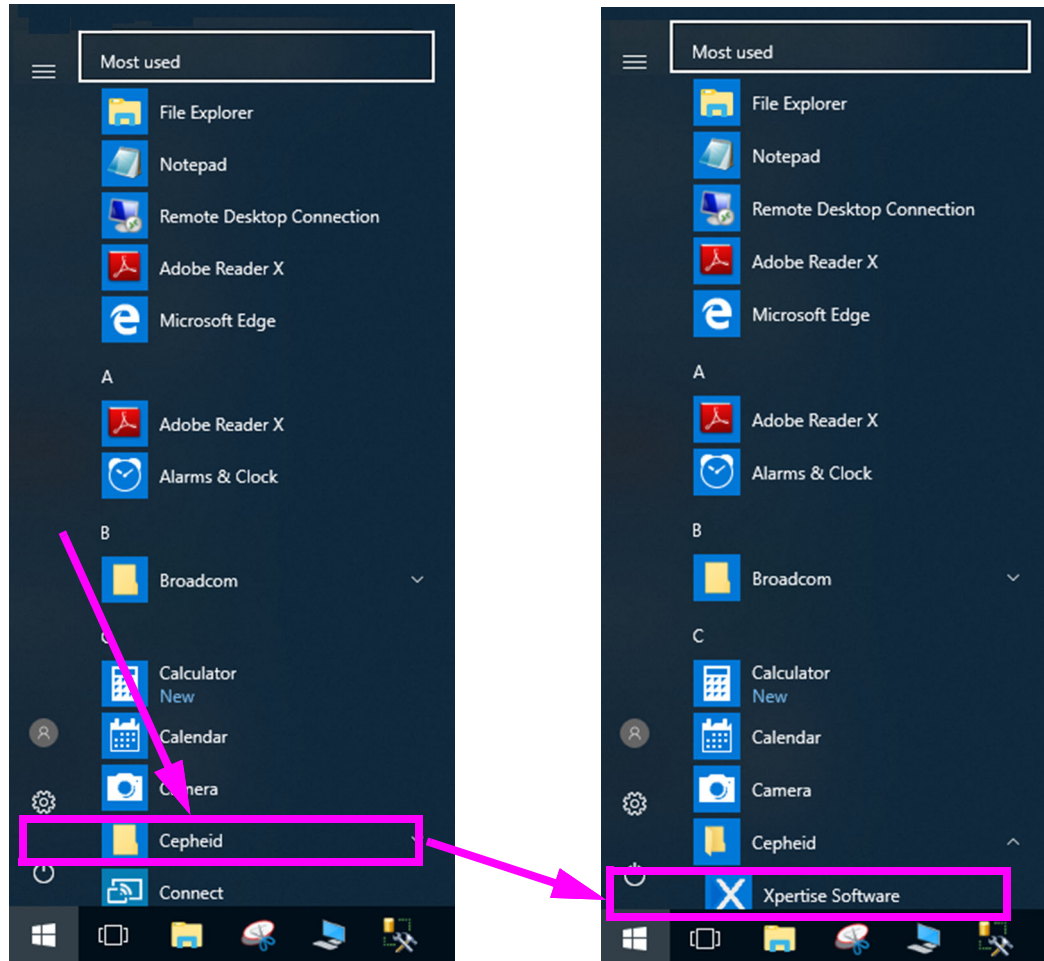

Figura 5-8. Iniciar o software Xpertise a partir dos menus do programa - Windows 10
- Na barra de tarefas do Windows, selecione o ícone, e selecione **Cepheid -> Xpertise Software (Software Xpertise)**. Ver Figura 5-8.